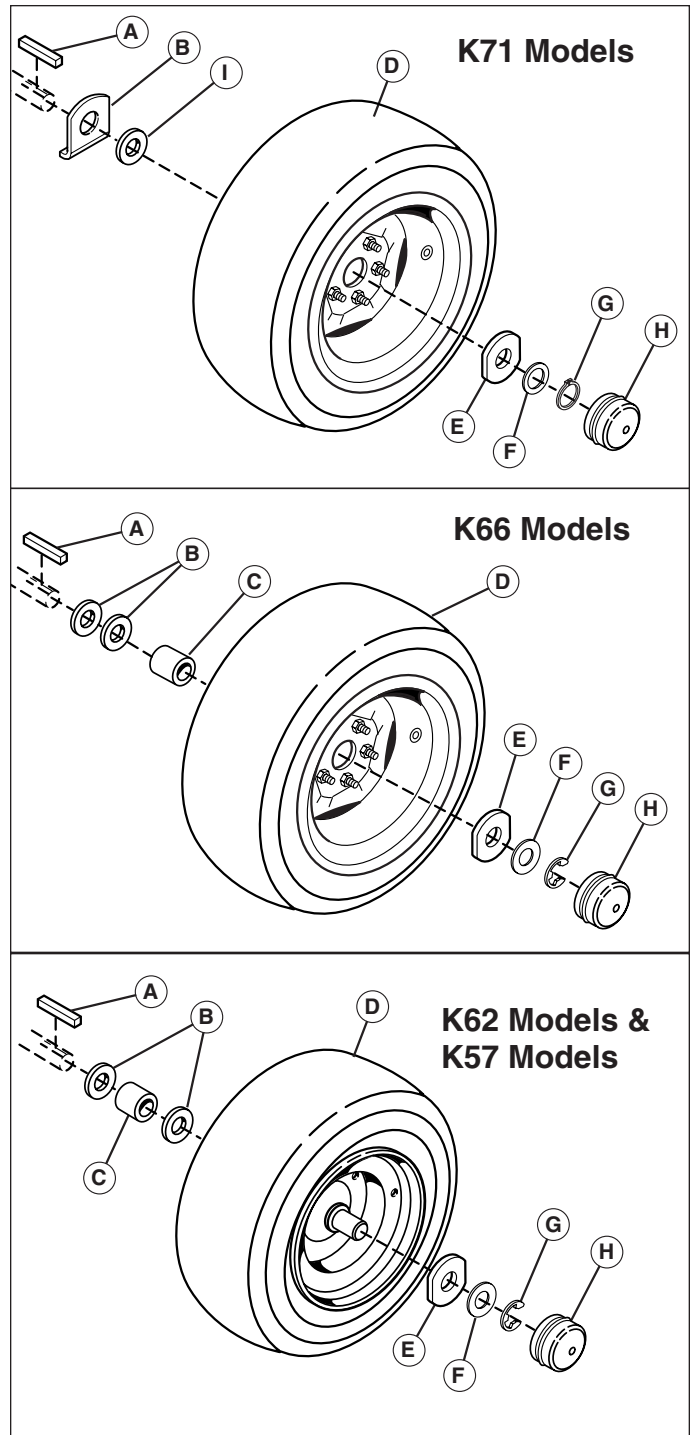

Figure 27. Boulonnerie d'essieu arrière
5. Remonter les composants en procédant dans l'ordre inverse de leur dépose et abaisser la machine au sol. S'assurer de mettre la clé (A, figure 27) en place dans l'entrée de clé de l'essieu.